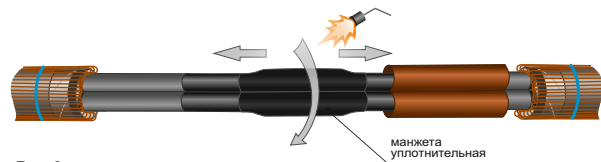

Рис. 8
14. Надвиньте уплотнительные манжеты на смонтированные болтовые соединители, обернутые лентой-регулятором, и усадите их, начиная от середины, последовательно продвигаясь к краям манжет (рис.8).